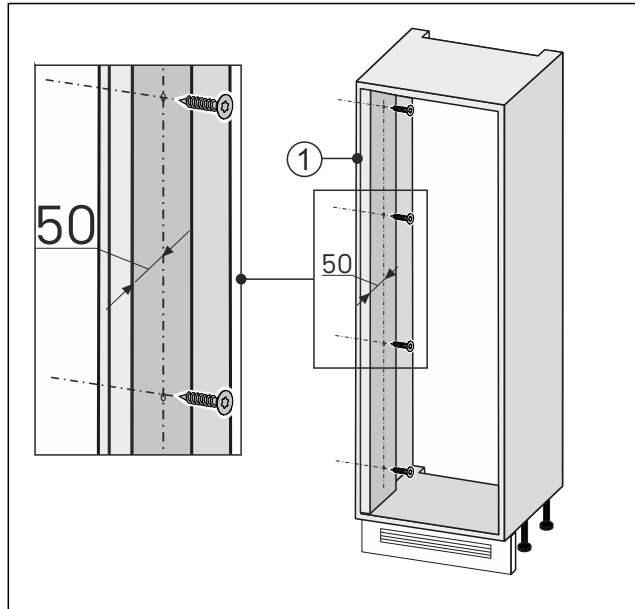

Fig. 88
- Csavarozza össze a falkiegyenlítést a fülke ajtó nyitási oldalával Fig. 88 (1).